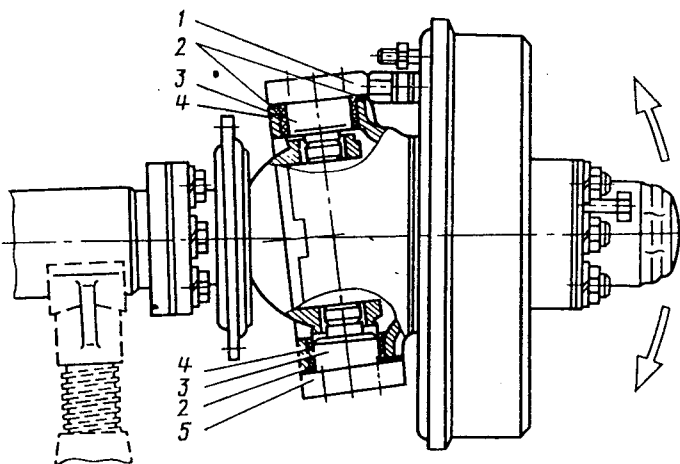

Bild 149. Prüfung des Achsschenkelbolzenaxialspiels:
5. Axialspiel an dem Achsschenkelbolzen prüfen, wozu die Achsschenkel mit den Händen nach oben und unten zu schaukeln sind (Bild 149).